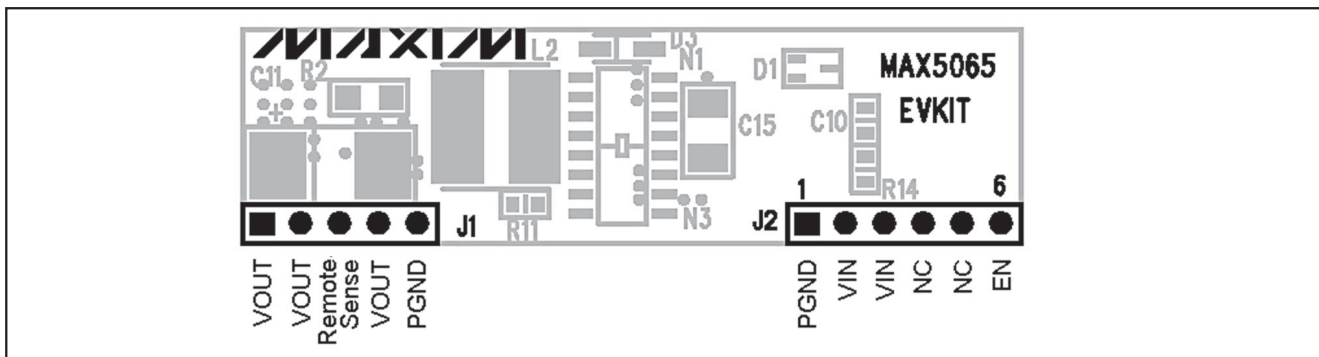

图1. MAX5065 评估板引脚排列
- 1) 将直流电源连接至MAX5065评估板的V_{IN}和GND引脚。引脚排布如图1所示。